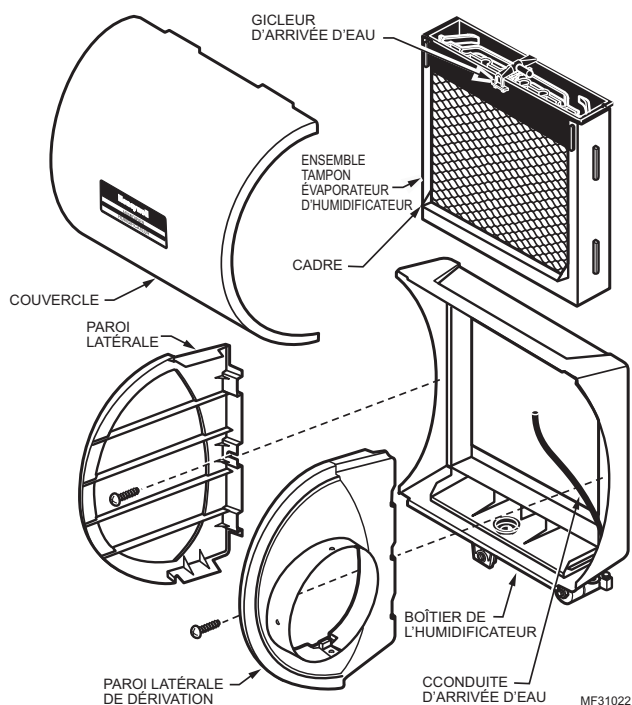

Fig. 2. Composants de l'humidificateur.
4. Démonter l'humidificateur. Enlever le couvercle et retirer l'ensemble écran évaporateur de l'humidificateur. Voir la Fig. 2.